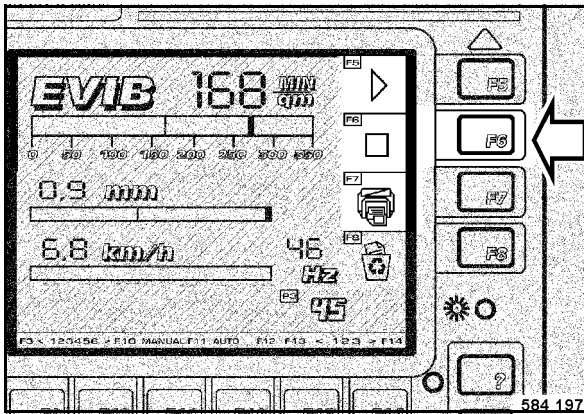

Fig. 127
- En una trayectoria hay que conducir hacia delante y atrás hasta se apaga el campo de control en la izquierda de F5 (Fig. 127) después de pulsar la tecla de stop F6 y se enciende el campo de control F6 que se encuentra debajo.